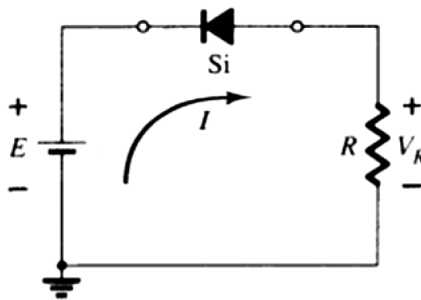

Figura 78: Circuito básico de polarização inversa
- Monte o circuito apresentado na Figura 78. Considere os seguintes valores:  $R = 1k\Omega$ ,  $E = 10\text{V}$ , Diodo 1N4001 (1N4004 ou 1N4007).